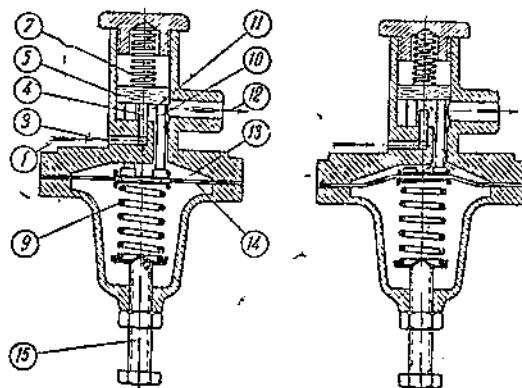

Рис. 16. Принципиальная схема редуктора высокого давления для сжиженного газа
На рис. 16 приведена принципиальная схема редуктора высокого давления в двух положениях: в положении полностью открытого клапана и в положении клапана закрытого.
Как только давление в полости (11) превысит заранее установленное избыточное давление, давление в полости (13) под диафрагмой (14), куда газ проникает через зазоры вокруг штифтов (10), будет достаточным для того, чтобы диафрагма (14), прогибаясь сверху (рис. 16), уменьшила силу пружины (9) настолько, чтобы клапан (5) под действием пружины (7) закрывал доступ газа через седло (4) до тех пор, пока давление не упадет ниже некоторого предела.